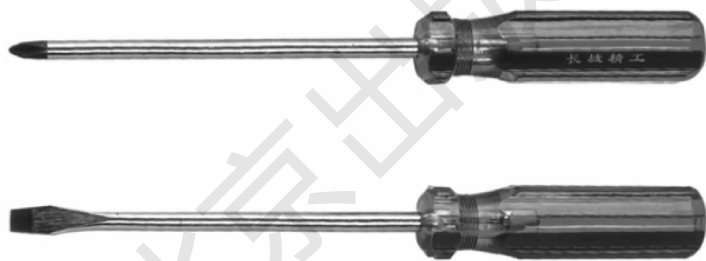

图 1-1-5 旋具
②旋具。俗称螺钉起子（螺丝刀），是一种以旋转方式将螺钉固定或取出的工具，主要有“一”字形（负号）和“十”字形（正号）两种。如图 1-1-5 所示。